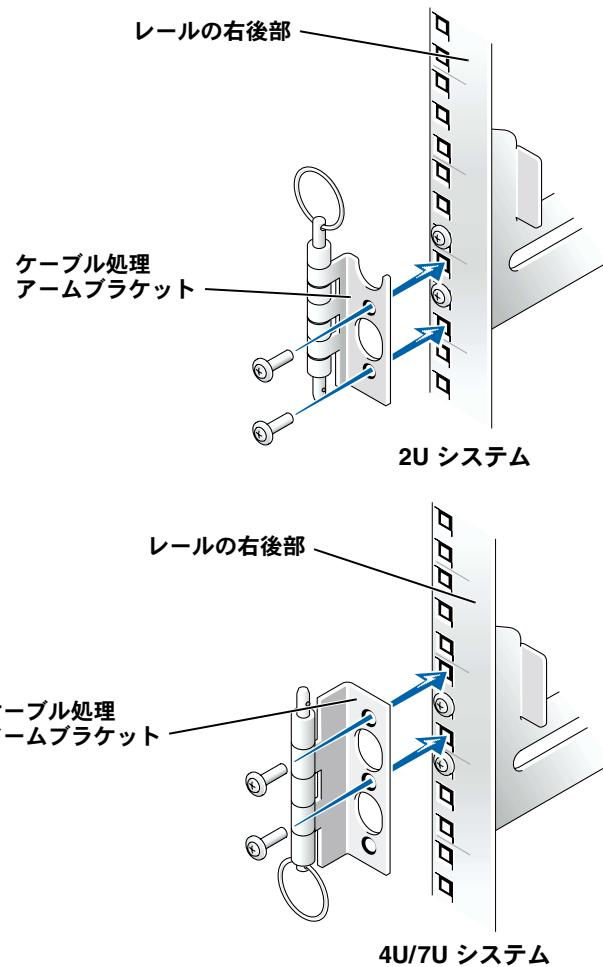

図 5-4. ケーブル処理アームのラックへの取り付け
1. 図 5-4 で示されているように、ラックキャビネットの背面を手前にして、直角のケーブル処理アームのブラケットをキャビネットの後部垂直レールに取り付けネジで合わせます。
2. 2個のプラスネジを使って、ケーブル処理アームをラックに取り付けます（図 5-4 を参照してください）。